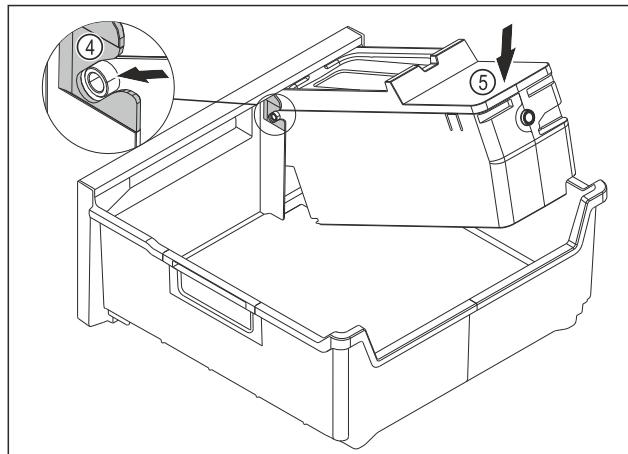

Fig. 134
- Montirajte glavni del EasyTwist-Ice: Osi glavnega dela EasyTwist-Ice potisnite v vodila Fig. 134 (4).
- Glavni del EasyTwist-Ice Fig. 134 (5) potisnite zadaj navzdol.